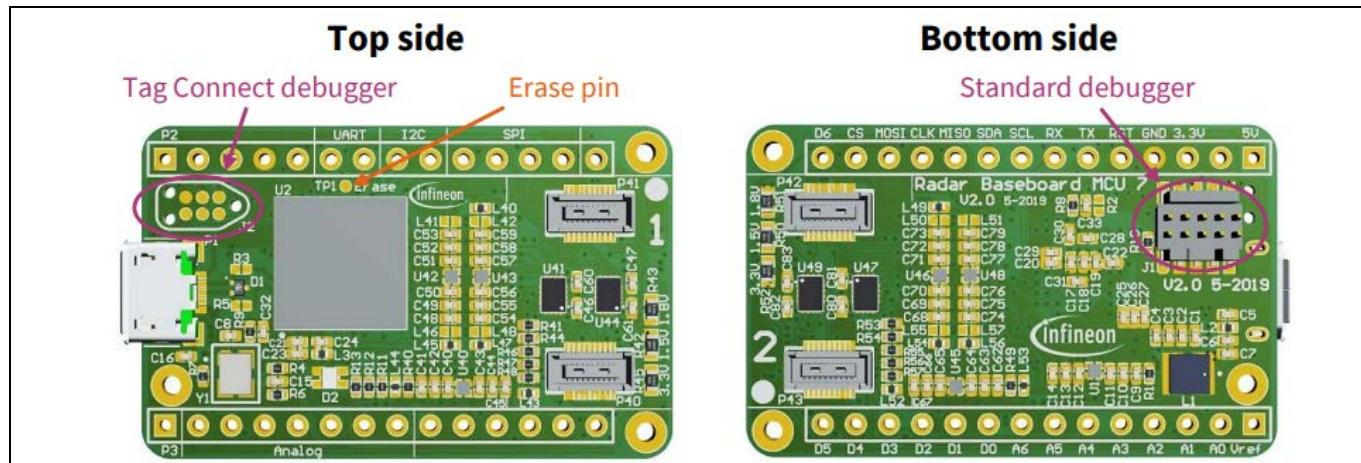

Figure 13 レーダーベースボード MCU7 のデバッグコネクタ
ユーザーがデバッガーコネクタを必要とする場合、ボードには、Figure 13 に示すように 2 つのオプションがあります。レーダーベースボード MCU7 の上面には、タグコネクタデバッガーのレイアウトがあります。ユーザーがタグコネクタデバッガケーブルを購入したくない場合は、通常の 10 ピン Arm® デバッガコネクタをレーダーベースボード MCU7 の底面にあるコンポーネント J1 のパッドにはんだ付けできます。
- TP1 を 3.3 V に接続して、MCU ERASE ピンを High に保持 (Figure 13 を参照)。